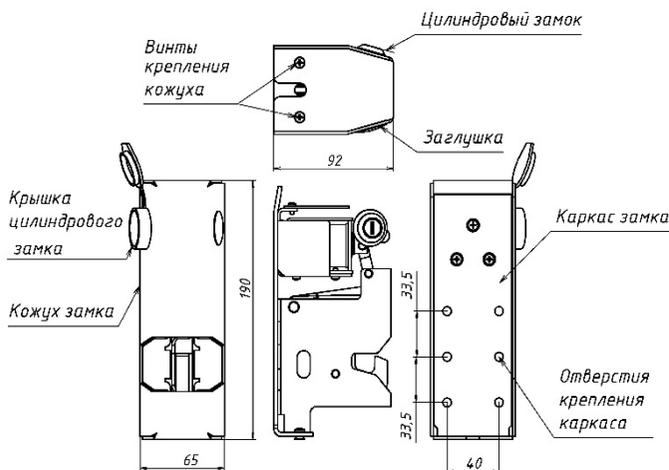

Рисунок 3
5.3 На нижней стенке корпусной части замка открутить два винта М4 (рисунок 3). Для снятия кожуха с каркаса замка потянуть нижнюю часть кожуха вперед и одновременно вверх.
5.5 Для удобства цилиндрический замок может быть установлен на левой или правой стороне кожуха (рисунок 3). Выбрать сторону на кожухе для установки цилиндрического замка.